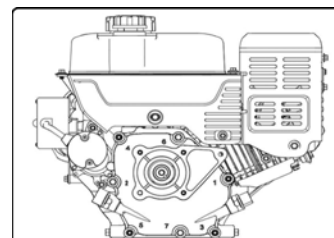

Рис. 25
2. Открутите крышку заливной горловины от трубки заливной горловины и протрите щуп. См. рис. 25.
1. Найдите пробку для слива масла, см. рис. 25.
3. Очистите область вокруг сливной пробки, см. рис. 25.